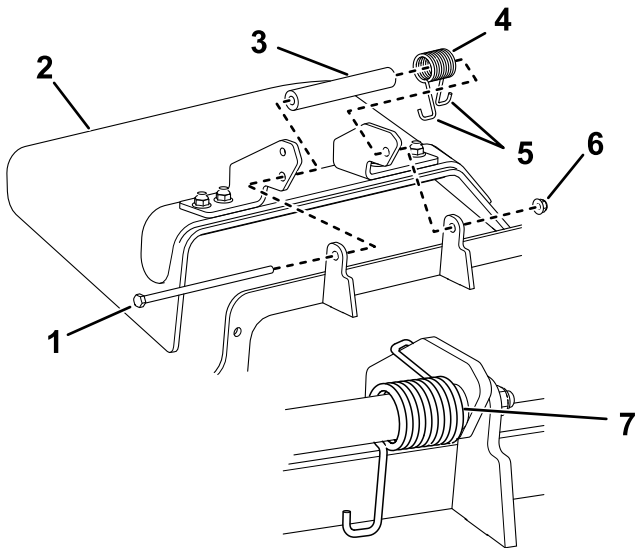

Bild 95
**Hinweis:** Achten Sie darauf, dass ein J-Hakenende der Feder hinter der Mähwerkseite befestigt ist, bevor Sie die Schraube einsetzen, wie in Bild 95 abgebildet.